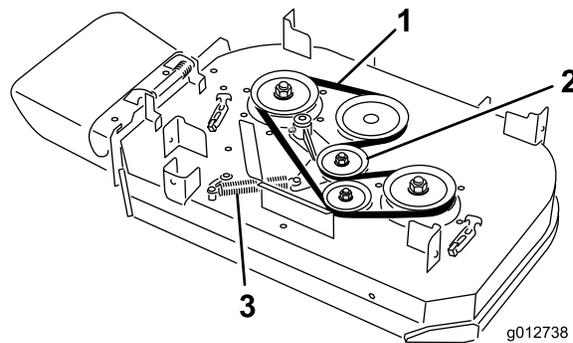

Bild 64
4. Entfernen Sie die Feder vom Ankerpfosten am Spannscheibenarm (Bild 64).
5. Nehmen Sie den verschlissenen Mähwerkriemen ab (Bild 64).
6. Verlegen Sie einen neuen Mähwerkriemen um die Kupplungsscheibe, die Riemenscheiben des Mähwerks und Spannscheibe (Bild 64).
7. Setzen Sie die Feder auf den Ankerpfosten am Spannscheibenarm ein (Bild 64).
6. Verlegen Sie einen neuen Mähwerkriemen um die Riemenscheiben des Mähwerks und die Spannscheibe (Bild 64).
5. Entfernen Sie die Feder vom Ankerpfosten am Spannscheibenarm (Bild 64).
6. Nehmen Sie den verschlissenen Mähwerkriemen ab (Bild 64).
7. Verlegen Sie einen neuen Mähwerkriemen um die Riemenscheiben des Mähwerks, die Kupplungsscheibe und die Spannscheibe (Bild 64).
8. Setzen Sie die Feder auf den Ankerpfosten auf (Bild 64).